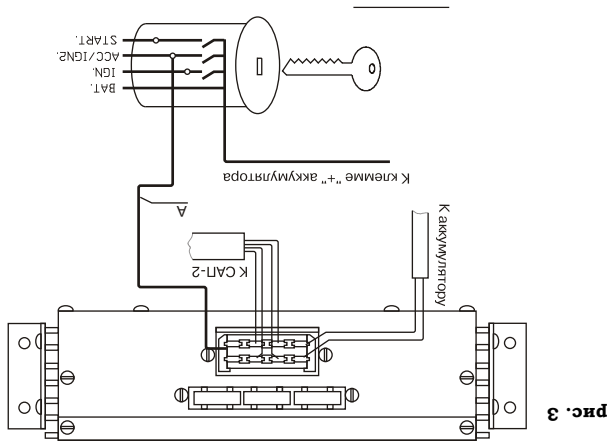

рис. 3
5.3 Схема подключения указана на рис. 3. Одиночный провод в кабеле питания СГУ подключать к контакту замка зажигания автомобиля.